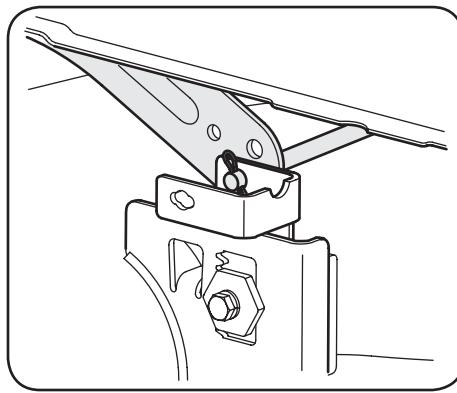

Figura 4-9
- Mirando la plataforma de corte desde el lado izquierdo del tractor, ubique el pasador de chaveta que sujetla la varilla de soporte de la plataforma del lado posterior izquierdo de la plataforma. Consulte la Figura 4-9. Extraiga el pasador de chaveta que sujetla la varilla de soporte de la plataforma, y con cuidado saque el soporte de la plataforma del brazo de elevación de la plataforma.